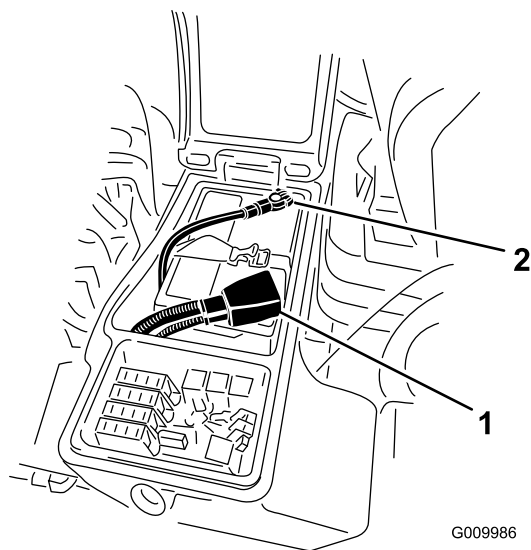

Figura 66
3. Îndepărtați cablul negativ (negru) de la borna negativă (-) i cablul pozitiv (rou) de la borna pozitivă (+) a bateriei (Figura 66).
6. Montați cablul pozitiv (rou) la borna pozitivă (+) i cablul negativ (negru) la borna negativă (-) a bateriei (Figura 66).